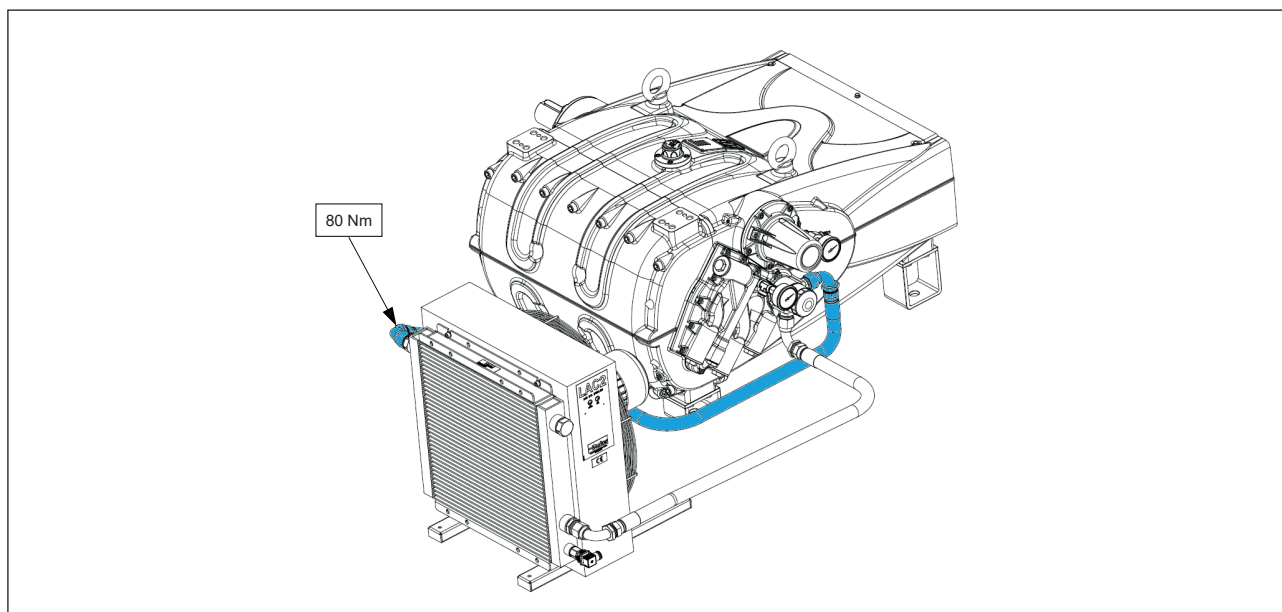

Fig. 16
3. Em seguida, conecte o segundo tubo por meio da curva de 90° ao encaixe na saída do trocador, localizado no lado oposto, na parte superior do mesmo (veja a Fig. 16). Aperte com um torque de 80 Nm.